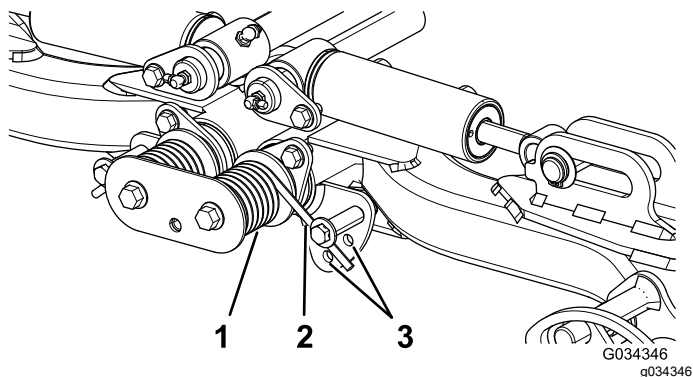

Bild 38
- Führen Sie ein Rohr oder ein ähnliches Objekt in die lange Feder ein, um die Federspannung während der Einstellung aufzuheben (**Bild 38**).
3. Wenn Sie die Federspannung aufgehoben haben, nehmen Sie die Schraube und Sicherungsmutter ab, mit denen der Federaktuator an der Halterung befestigt ist (Bild 38).